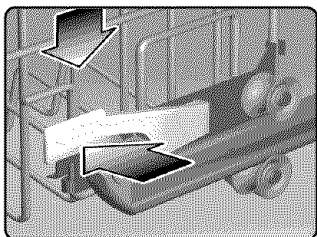

Figure 9/Ilus. 9
- 3) Press the RackMatic™ handles inward, as shown in Figure 9, and let the rack drop gently while supporting it with your hands.
- 3) Presser les poignées RackMaticmc vers l'intérieur, figure 9, et laisser le panier tomber délicatement tout en le supportant avec les mains.
- 3) Oprima las manillas del RackMaticTM hacia adentro tal como muestra la Ilustración 9 y permita que el estante se caiga delicadamente mientras lo sostenga con las manos.